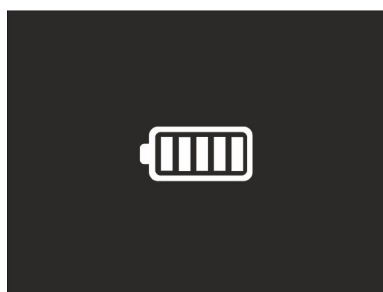

Fig. 53: Indicazione ricarica completa della batteria
2. Con simbolo “” acceso fisso il processo di carica è terminato (vedere Fig. 53)